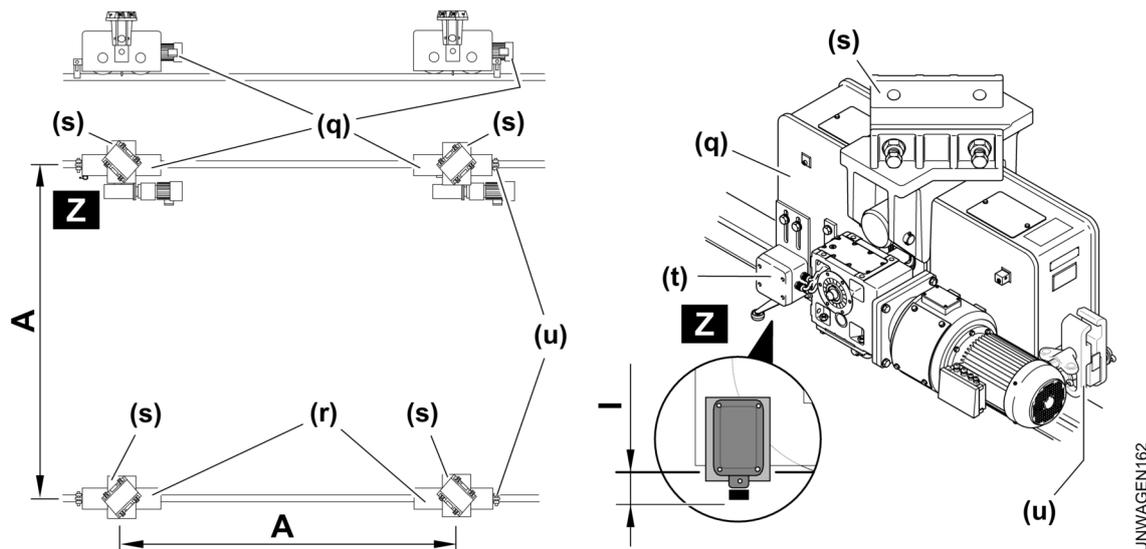

Fig. 151: Anordnung der Fahrwerke
- ▶ Radkästen entsprechend der Ausführung nach Maß **A** auf die Schienen setzen. (siehe: Tab. 95, Seite 197) † (siehe: Fig. 151, Seite 197)
- ❑ Die Anordnung der Kranfahrwerke wurde beachtet (siehe: Fig. 151, Seite 197.).